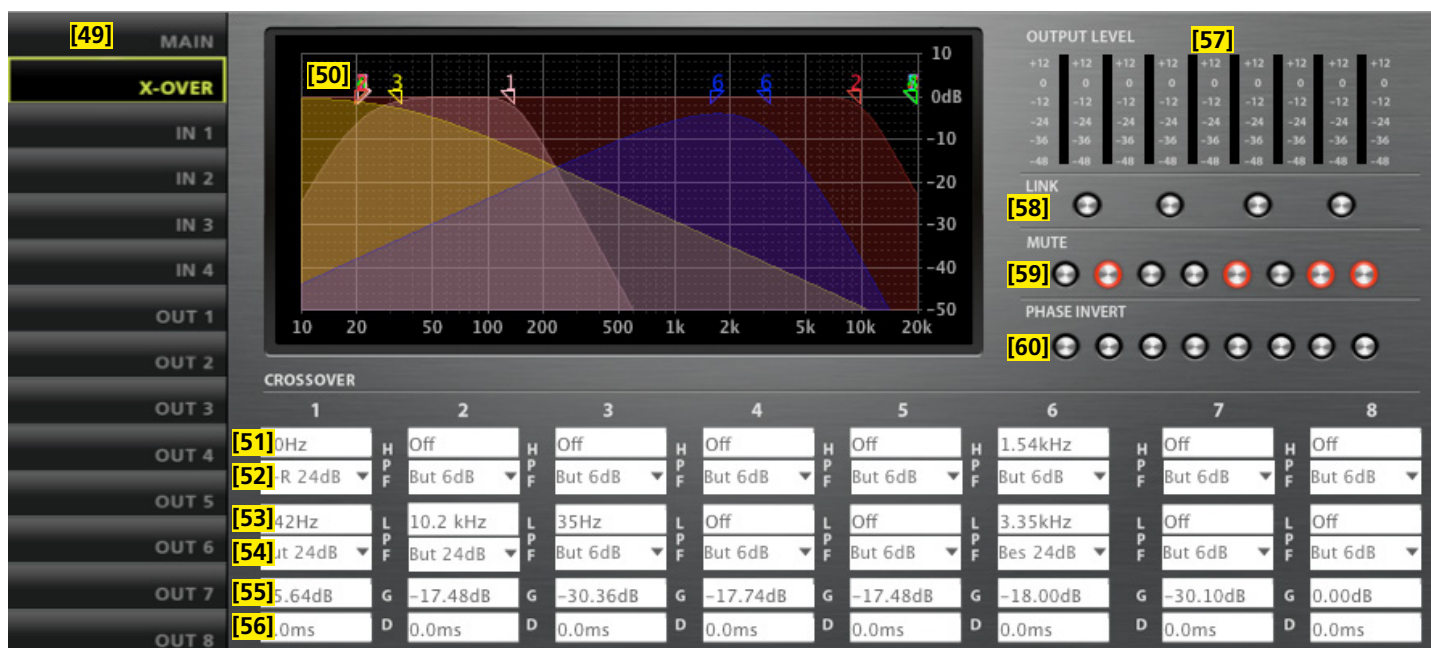

Abb. 20 Ansicht X-OVER, DSM-48...
7.3.5 Ansicht X-OVER (Abb. 20)